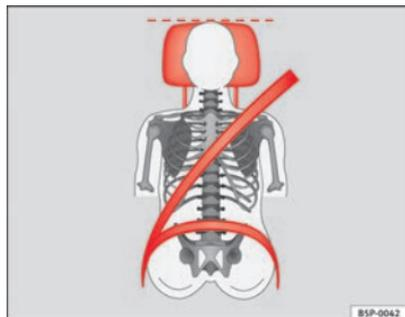
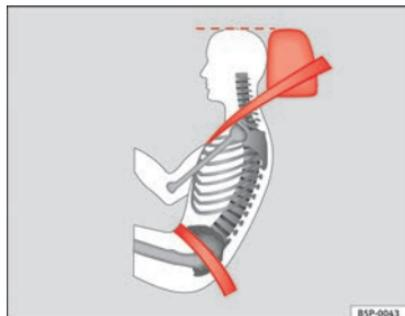

Fig. 3 Poggiatesta posizionato correttamente, vista frontale
Fig. 4 Poggiatesta posizionato correttamente, vista laterale
- Regolare il poggiatesta portando il suo bordo superiore alla stessa altezza della parte superiore della testa, se possibile, almeno all'altezza degli occhi ⇒ fig. 3 e ⇒ fig. 4.